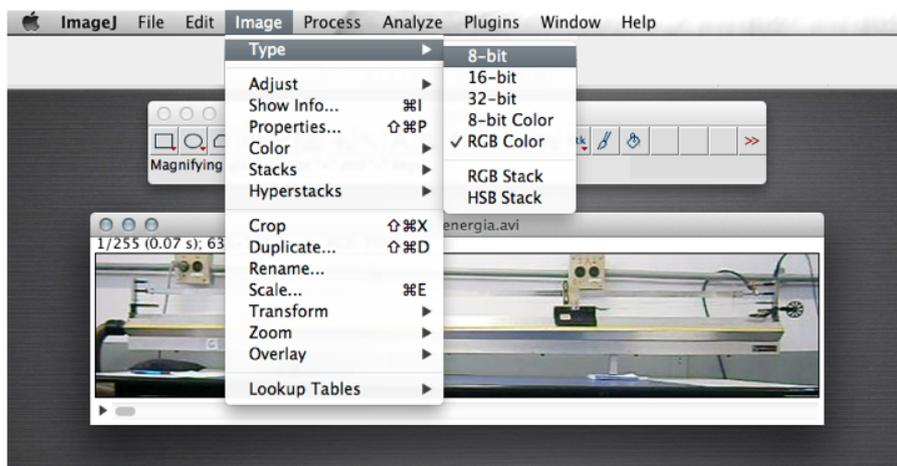

Figura E.8: ImageJ: posição do cursor sobre a imagem.
5. Uma vez guardado o filme podemos começar a preparar a imagem. Para isto, precisamos transformá-la em uma imagem de 8-bits. Para isto escolha no menu principal “Imagem” e logo “Type”. Clicar sobre 8-bit como mostrado na Figura E.8.